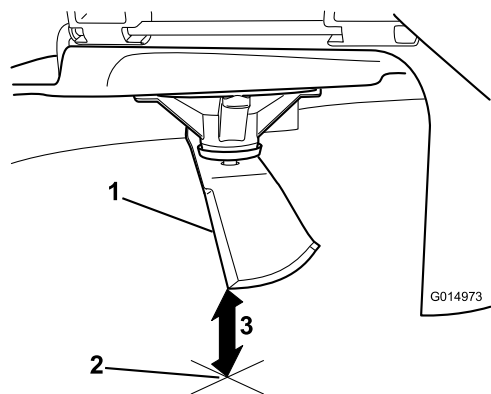

Figura 63
5. Mida desde la punta de la cuchilla hasta la superficie plana (**Figura 63**).